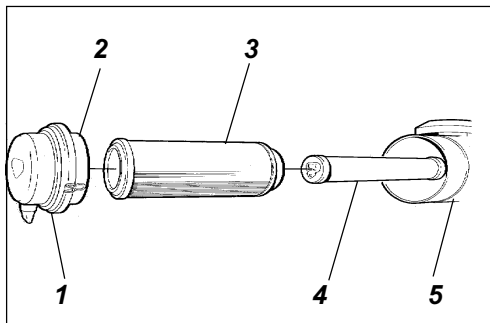

Рис. 17. Воздухоочиститель
Чтобы заменить вкладыш фильтра (4), нужно извлечь использованный вкладыш фильтра из его держателя, вставить новый вкладыш и повторно собрать воздухоочиститель в порядке, обратном порядку разборки, описанному выше в указаниях к рис. 17.